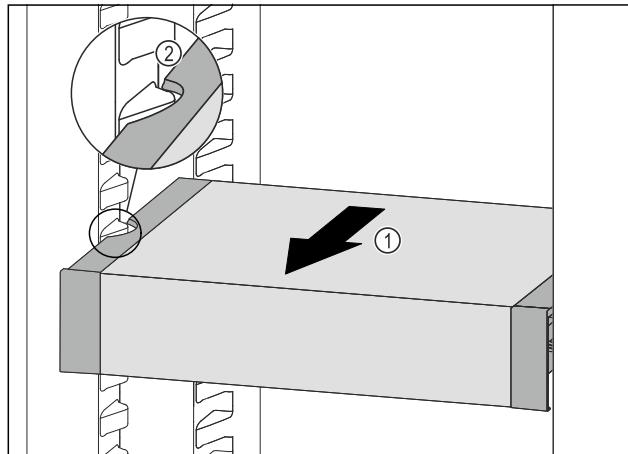

Fig. 151
- ▶ Вытягивайте VarioSafe вперед Fig. 151 (1), пока боковые выемки VarioSafe не окажутся на высоте выступа резервуара в холодильном отделении. Fig. 151 (2)